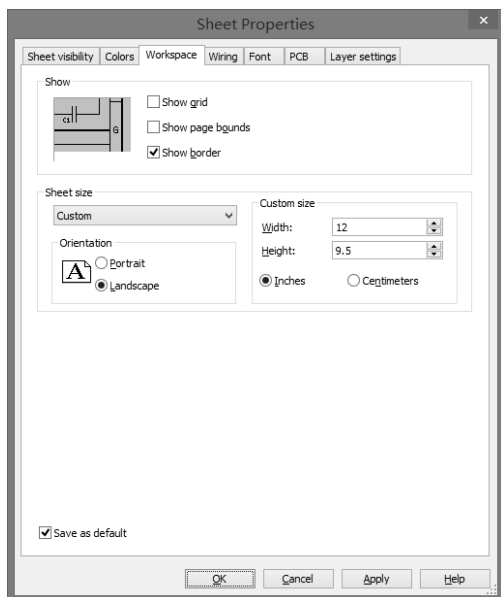

图 4.1.39 “Workspace” 标签
(3) “Workspace (工作区)” 标签 : 可进行图纸界面参数的设置, 包括图纸区显示内容、图纸大小、方向等, 如图 4.1.39 所示。